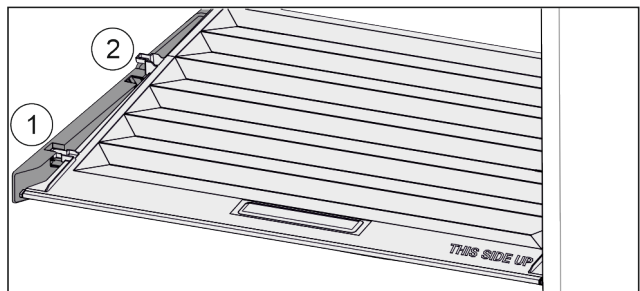

Fig. 59
- ▶ Издърпайте напред Fig. 59 (1) капака до отвора в задържащите части.
- ▶ Повдигнете го отзад отдолу и отстранете Fig. 59 (2) нагоре.